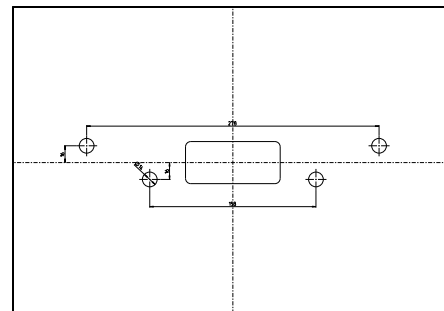

Fig. 2: Medidas de perforación
- Las medidas de perforación para las varillas de anclaje pueden consultarse en la Fig. 2.